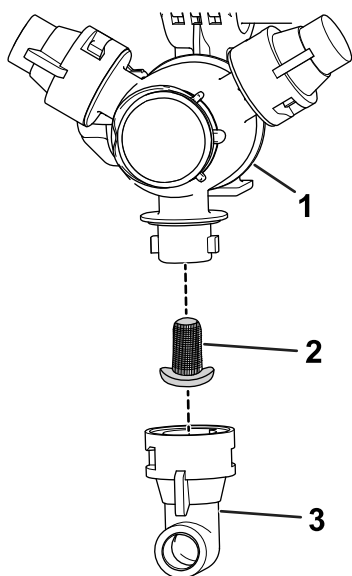

Figure 81
2. Déposez la buse de la tourelle de pulvérisation (Figure 81).
3. Déposez le filtre de buse (Figure 81).
5. Montez le filtre de buse (Figure 81).
6. Montez la buse sur la tourelle de pulvérisation (Figure 81).